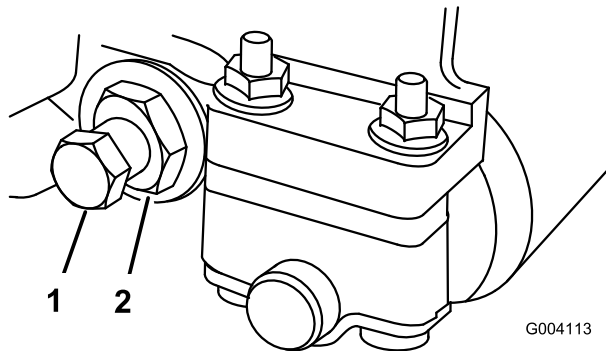

Figura 57
2. Faça recuar a porca da mola tensora até que a anilha deixe de estar sob tensão contra a barra de apoio (Figura 57).
3. Desaperte a porca de bloqueio que segura a cavilha da barra de apoio, em cada um dos lados da máquina (Figura 57).